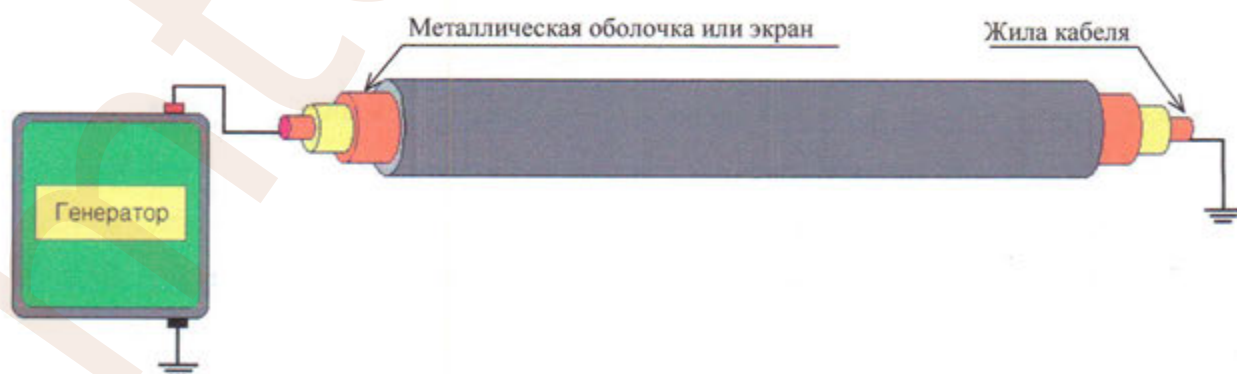

Рисунок 7 – Схема присоединения генератора к жиле кабеля
5.3.1.3 Выход генератора соединить одним концом провода к жиле кабеля, другим – к штырю заземления. Штырь заземления относится на (10 – 20) м в сторону от трассы. Жилу кабеля на дальнем конце заземлить (см. рисунок 7).